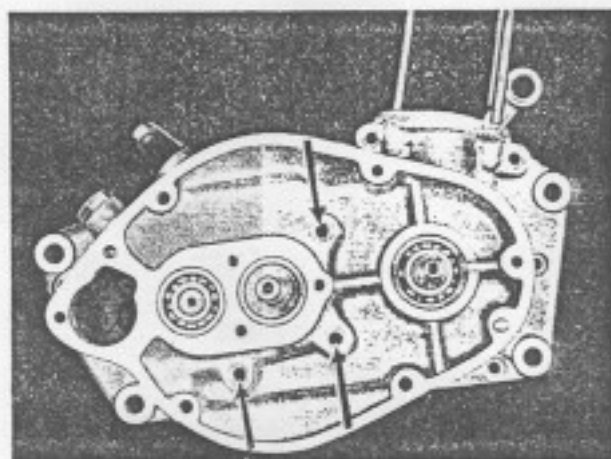

Bild 13. Die beiden Gehäusehälften werden durch 8 Schrauben zusammengehalten. Die durch Pfeil markierten Schrauben nicht übersehen, wenn Fettreste im Gehäuse!
24. Gehäuseschrauben lösen (8 Stück, s. Bild 13).